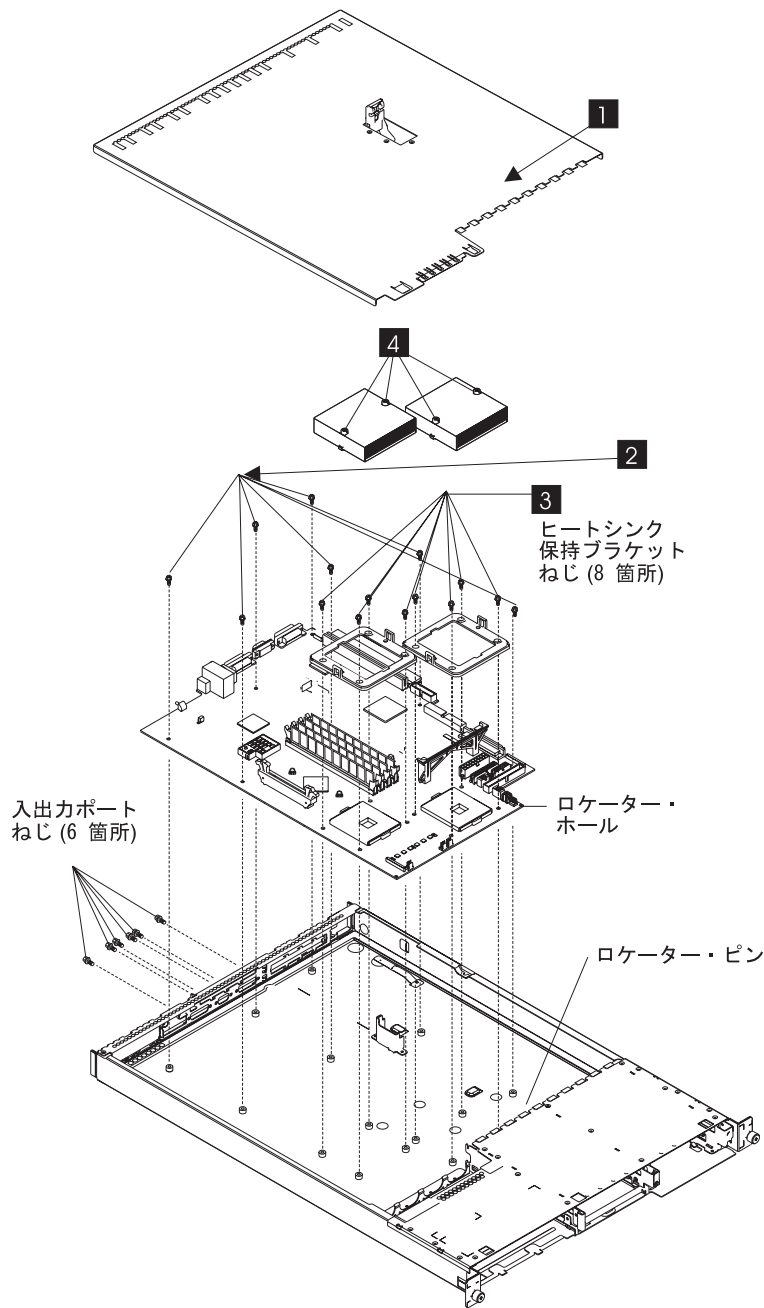

図 191. システム・ボードの取り外し
3. SAN ボリューム・コントローラー (550 ページの図 191 の **1**) から上部カバーを除去します。
8. ヒートシンクの拘束ねじ（550 ページの図 191 の **4**）を外します。
10. それぞれのヒートシンク保持ブラケット（550 ページの図 191 の **3**）からねじを除去します。
13. 7 本のねじ（550 ページの図 191 の **2**）を除去します。